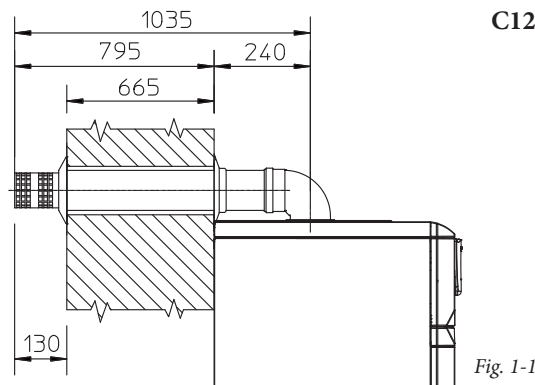

Fig. 1-11
- Applicazione con uscita posteriore (Fig. 1-11). La lunghezza del tubo di 970 mm permette l'attraversamento di una parte di spessore massimo di 665 mm. Normalmente sarà indispensabile accorciare il terminale. Determinare la misura sommando questi valori: Spessore parte + sporgenza interna + sporgenza esterna. Le sporgenze minime indispensabili sono riportate in figura.